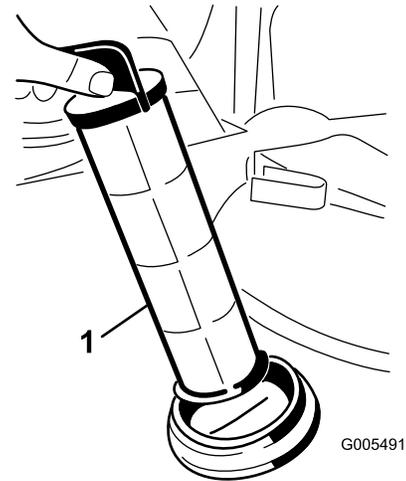

Figura 55
4. Retire el filtro de aspiración del orificio (Figura 55).